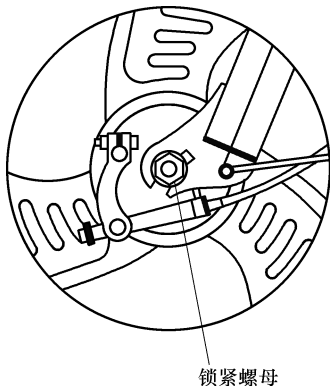

图 6-20 拆卸前轮锁紧螺母示意图
1) 使用活动扳手或梅花扳手松开前轴两端自锁螺母(见图 6-20),顺开口方向将前轮组件从前叉上取下来。